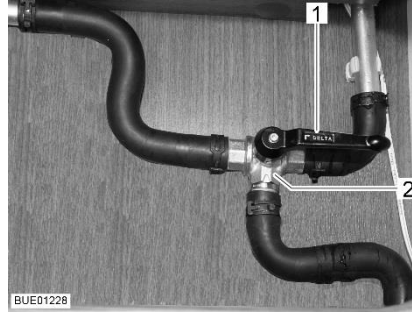

Fig. 141 Valvola a 3 vie
- Posizionare la leva (Fig. 141,1) della valvola a 3 vie (Fig. 141,2) parallela alla direzione di flusso diretta (Fig. 141).
- Posizionare la leva (Fig. 141,1) della valvola a 3 vie (Fig. 141,2) trasversale alla direzione di flusso diretta.